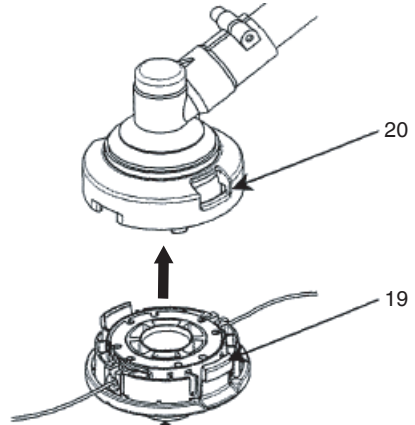

Fig. 25
(6) Coloque la cubierta sobre la caja de forma que las pestañas de bloqueo de la tapa (19) en la caja coincidan con los orificios grandes (20) de la tapa. A continuación, empuje la caja hasta que se oiga un clic. (Fig. 25)